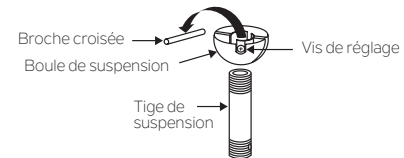

Fig. 7
Étape 5. Retirez la boule de suspension de l'assemblage de la tige descendante en desserrant la vis de réglage, en retirant la goupille transversale et en faisant glisser la boule de la tige. (Fig. 7)